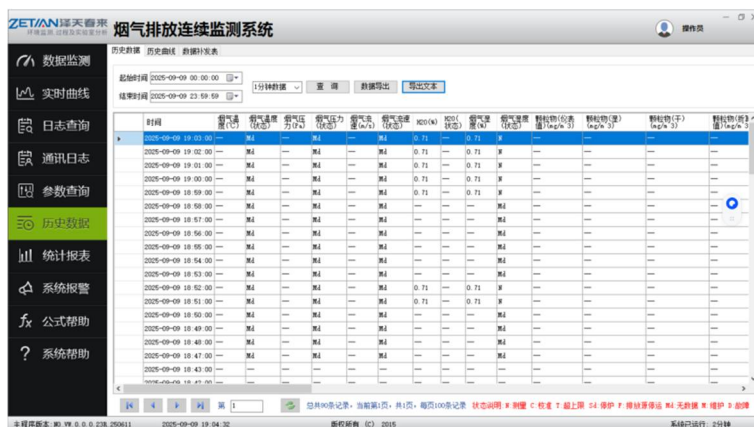

图 7.15 数据查询界面
- 步骤 2：输入“起始时间”和“结束时间”，点击“数据查询”，显示该时间段内历史数据，如图 7.15 所示。